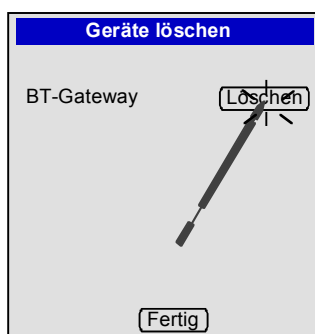

Bild 26: Löschen eines Gateways
2. Durch Anwählen der Schaltfläche "Löschen" wird das entsprechende Gateway aus der Konfiguration des Endgeräts entfernt (vgl. Bild 26).